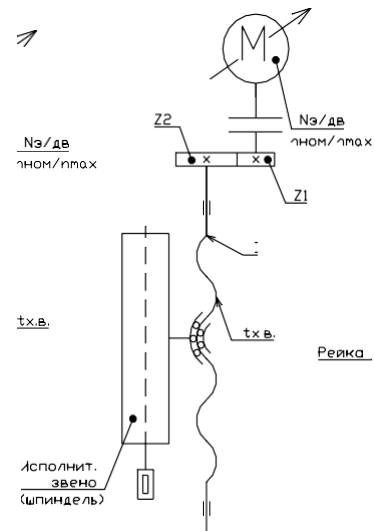

Рис. 2
16. На схеме рис. 2 определите скорость подачи шпинделя (мм/об.) при  $n_{шп} = 1600$  мин-1,  $n_3 = 1000$  мин-1,  $Z_1 = 20$ ,  $Z_2 = 50$ , шаге ходового винта  $t_{х.в.} = 10$  мм и числе заходов винта  $k=1$ .